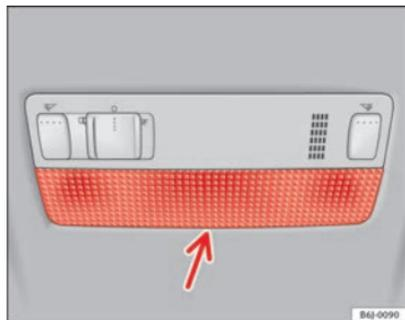

Fig. 185 Luz dianteira de leitura
- Introduza uma chave de fendas fina, com a parte plana, entre a carcaça e o vidro ⇒ Fig. 185.